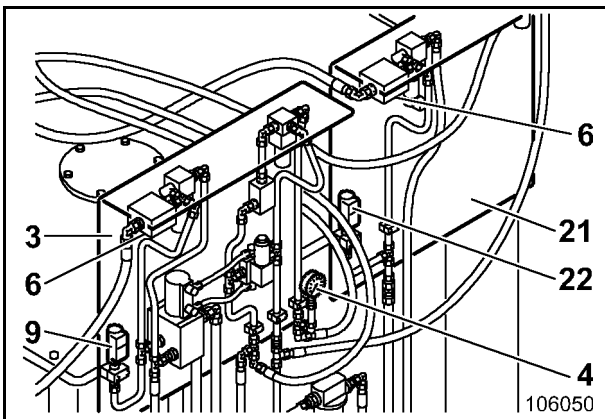

Fig. 3-153:
ob der Öldruck am Manometer (4, Fig. 3-153:) 60 bar beträgt (der Druck ist abhängig von der Temperatur und Viskosität des Öles und kann schwanken).
Der Schmierdruck für den Oberwagen wird am Manometer (9, Fig. 3-153:) und für den Unterwagen am Manometer (22) angezeigt.